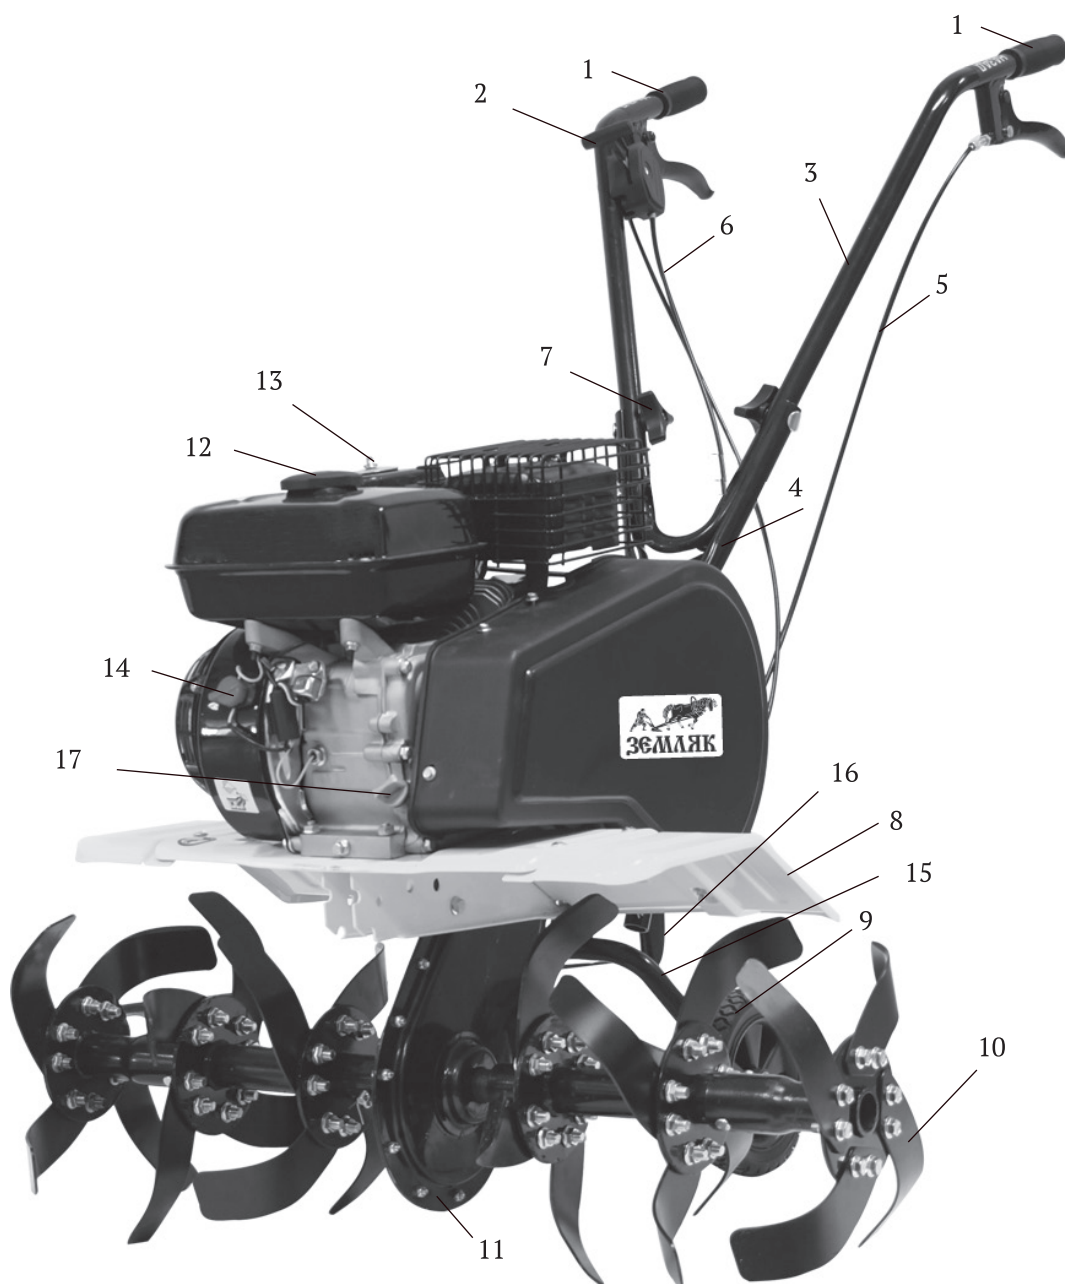
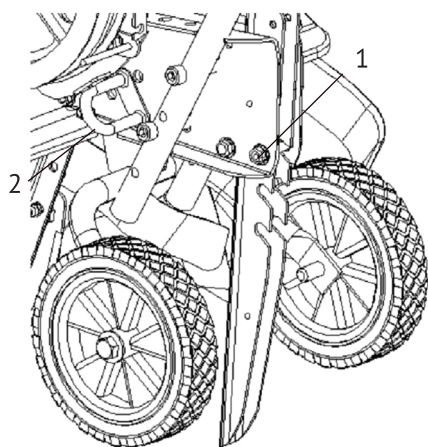
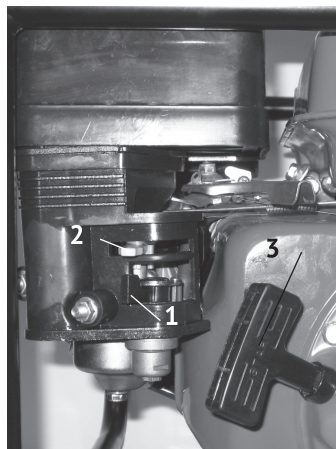

рис. 1
рис. 2
рис. 3
4.1 Общий вид мотокультиватора схематично представлен на рис. 1
6.2 Установите нижнюю часть рукоятки рулевого управления (рис.1 поз.4) на основание мотокультиватора и зафиксируйте винтами.
6.3 Установите верхнюю часть рукоятки рулевого управления (рис.1 поз.3) на нижнюю часть и зафиксируйте фиксаторами (рис.1 поз.7)
кой (рис. 1 поз.2) на правой стороне верхней рукоятки.
6.6 Установите регулятор глубины вспашки (рис.1 поз. 16) на основании мотокультиватора на необходимую глубину и зафиксируйте винтами (рис.2, поз.1)
6.7 На (рис.2 поз.2) показано положение кронштейна с колесами при транспортировке культиватора, в режиме вспашки необходимо вынуть этот кронштейн, поднять колёса и вставить кронштейн в соответствующий паз.
- Выкрутите щуп пробку из маслозаливной горловины (рис. 1 поз.17) и залейте в картер масло соответствующего типа. Вставьте сухой чистый щуп в горловину и выньте его, проверьте уровень масла: граница смоченной области щупа должна располагаться между отметками минимального и максимального уровней.
- Переведите выключатель зажигания (рис.1 поз.14) в положение «ON».
- Откройте топливный кран (рис.3 поз.1) - крайне правое положение.
- Переведите рычаг управления воздушной заслонкой (рис.3 поз.2) до упора в крайне левое положение «Закрыто»
- Установите рычаг регулировки дроссельной заслонкой (рис.1 поз.2) в центральное положение между положением «Минимально» и «Максимально».
- Резко с интенсивным усилием потяните трос стартера (рис.3 поз.3) до упора, повторите действие ещё раз при необходимости. Если двигатель не запускается, следует изменить положение рычага воздушной заслонки (рис.3 поз.2), открывая её тем больше, чем выше температура двигателя и окружающего воздуха.
- После прогрева двигателя в течение 10-40 секунд, в зависимости от начальной температуры, переведите рычаг воздушной заслонки (рис.3 поз.2) в крайне правое положение «Открыто», и рычаг регулировки дроссельной заслонкой (рис.1 поз.2) в до упора назад в положение «Минимально», если при этом двигатель работает неустойчиво вернуть рычаг воздушной заслонки в прежнее положение и обеспечить завершение прогрева двигателя.
- Отпустите рычаг привода фрез для их остановки. (рис.1 поз.1).
- Установите рычаг регулировки дроссельной заслонкой (рис.1 поз.2) до упора назад в крайне положение «Минимально».
- Переведите выключатель зажигания (рис.1 поз.14) в положение «OFF».
- Закройте топливный кран (рис.3 поз.1) - крайне левое положение.
Держите рукоятки управления надёжно, двумя руками. Для начала вращения фрез и движения мотокультиватора вперёд/назад выжмите рычаг привода фрез (рис.1 поз.1).